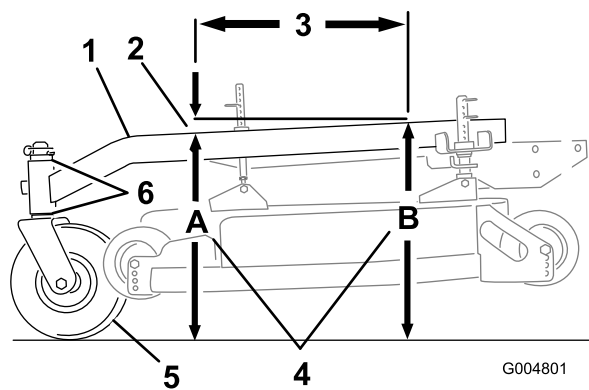

Figure 64
2. Mesurez la hauteur du bâti porteur au point **A** (Figure 64).
3. Mesurez la hauteur du bâti porteur au point **B** (Figure 64).
4. La hauteur au point **A** doit être inférieure de 6 à 10 mm (1/4 à 3/8 po) par rapport au point **B** (Figure 64).
5. Si ce n'est pas le cas, déplacez les entretoises des roues pivotantes de manière à obtenir l'inclinaison voulue de 6 à 10 mm (1/4 à 3/8 po) (Figure 64).
L'inclinaison avant/arrière du bâti porteur doit être comprise entre 3 mm (1/8 po) et 9 mm (3/8 po) sur 61 cm (24 po) de sa longueur (Figure 64).
1. Mesurez 61 cm (24 po) sur le bâti porteur (Figure 64).